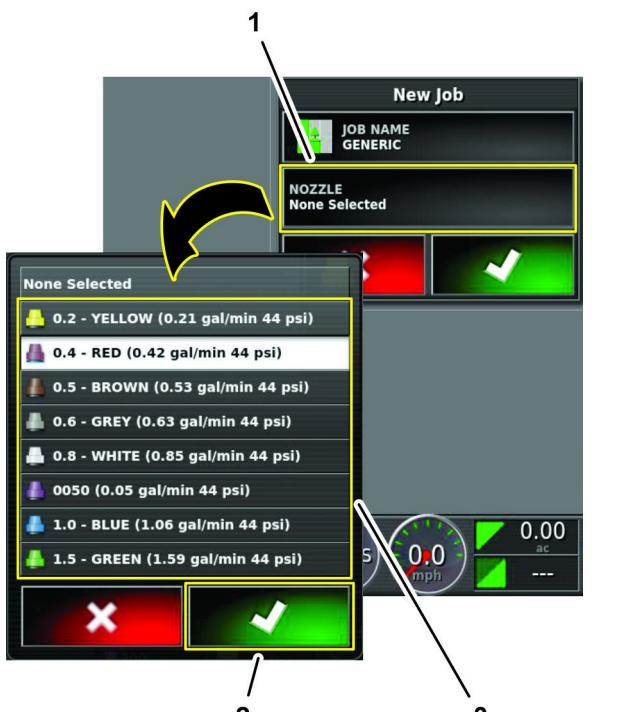

図 160
3. 新規作業ダイアログボックスの中で、ノズルアイコンを押す図 160。
4. ノズル選択リスト内で、どのノズルのアイコンでもよいから押して承認アイコンを押す図 160。